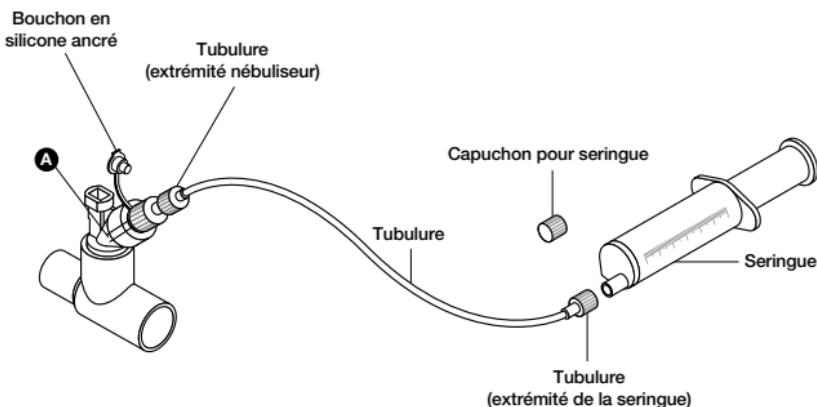

Figure 13. Kit de tubulure de nébulisation continue
7. Insérer la seringue contenant la solution médicamenteuse dans la pompe pousse-seringue (pompe non illustrée dans la figure 13) et paramétrer le débit approprié (voir le manuel de la pompe ou contacter le fabricant pour obtenir des instructions).